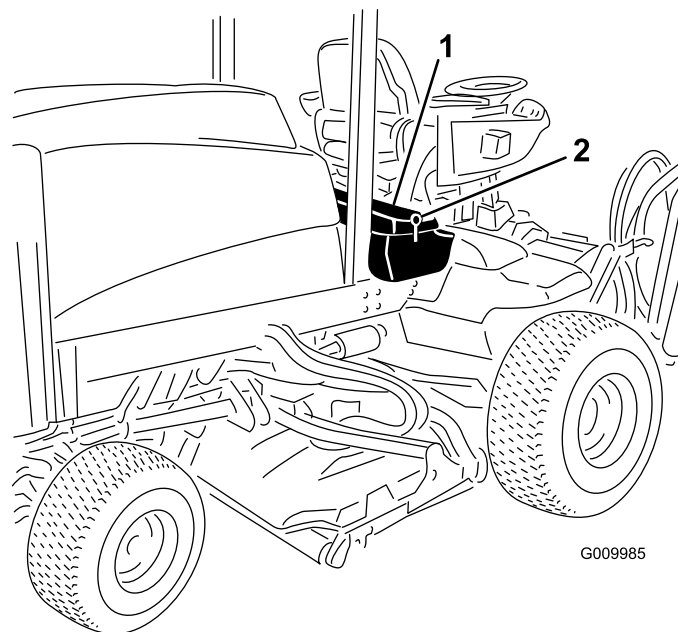

Figura 49
1. Afloje el enganche de la cubierta de la caja de almacenamiento derecha y eleve la cubierta (Figura 49).